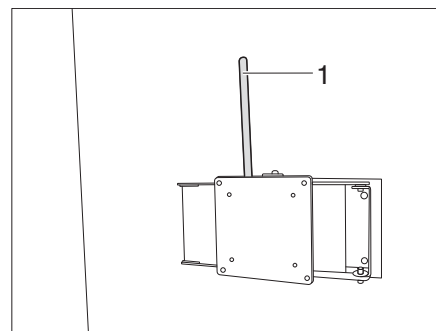

Fig. 126 Soporte con brazo articulado (variante 4)
- Tirar de la palanca (Fig. 126,1).
- Para bloquear la palanca (Fig. 126,1), volver a llevarla a la posición inicial.